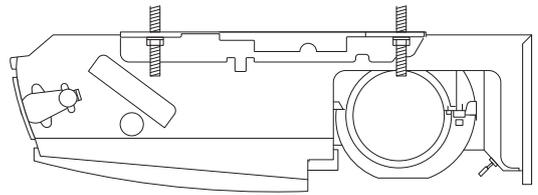

Fig. 3-75
- c) Serrez et bloquez les écrous de suspension sur chaque tige filetée comme illustré à la figure 3-75.